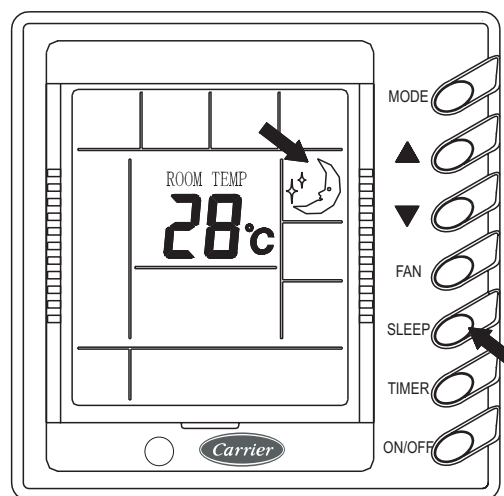

Fig. 6-IV
3. Ajuste de la Función SLEEP (Dormir) (Fig. 6-IV)